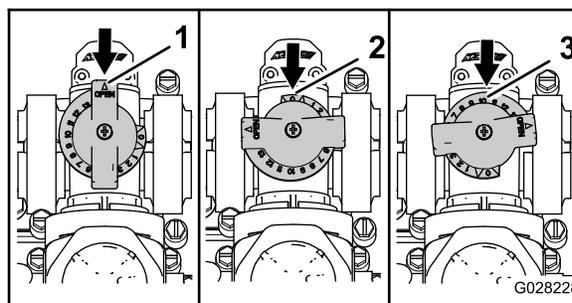

Figure 108
- La vanne de dérivation d'agitation est en position complètement OUVERTE comme montré à la Figure 108.
- La vanne de dérivation d'agitation est en position complètement FERMÉE (0) comme montré à la Figure 108.
- La vanne de dérivation d'agitation est en position INTERMÉDIAIRE (réglée en fonction du manomètre pour le système de pulvérisation) comme montré à la Figure 108.